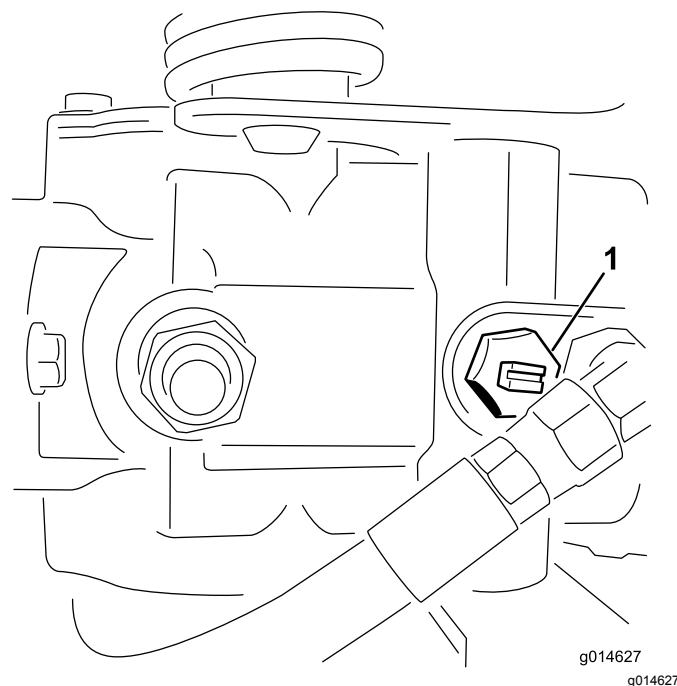

図 23
1. 油圧ポンプについているバイパスバルブ 図 23 の溝が「縦」になるようにバルブを回転させる。
2. エンジンを開始する時には、必ずバイパスバルブ 図 23 を閉じる溝が横向きになる。バルブを開けたままでエンジンを掛けないこと。